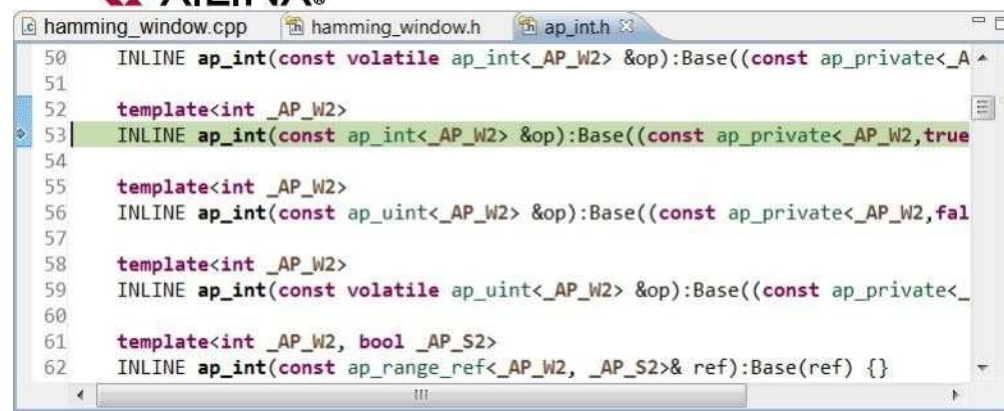

图3-20:任意精度的头文件 更有效的方法是
7. 单击 **Step Into** 按钮(或按 F5 键)两次, 以查看图 3-20 中的视图。设计中的变量现在是 c++ 任意精度类型。这些类型是在头文件 **ap_int.h** 中定义的, 当调试器遇到这些类型时, 它按照定义进入头文件。